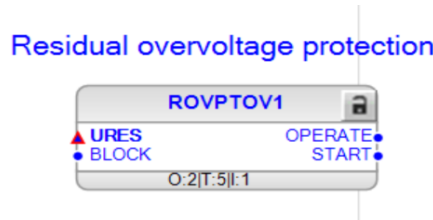

Imagen 269_Bloque de la función de protección contra sobretensión residual.
4.1.37 Continuando con la función de protección de voltaje residual, el bloque con la ruta “Object Types - Protection - ROVPTOV1” como se observa en la **Imagen 269**, que nos servirá para el voltaje residual.